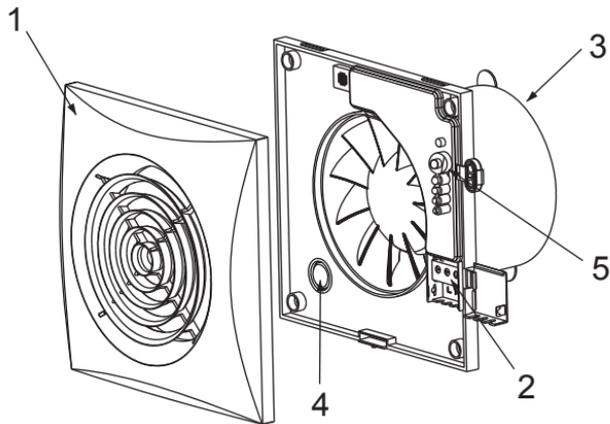

Fig.1b
- 5- Touche de réglage (SILENT-100 CHZ VISUAL - fig. 1b)